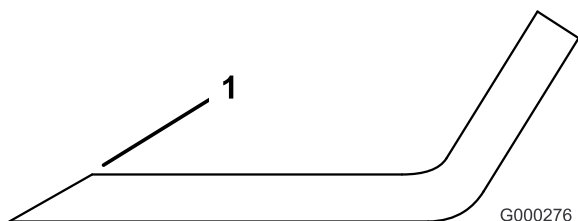

Figure 102
- Examinez les tranchants de toutes les lames et aiguisiez-les s'ils sont émoussés ou ébréchés. N'aiguissez que le haut du tranchant et conservez l'angle de coupe d'origine pour obtenir une coupe nette (Figure 102). Limez la même quantité de métal sur chacun des deux tranchants pour ne pas déséquilibrer la lame.